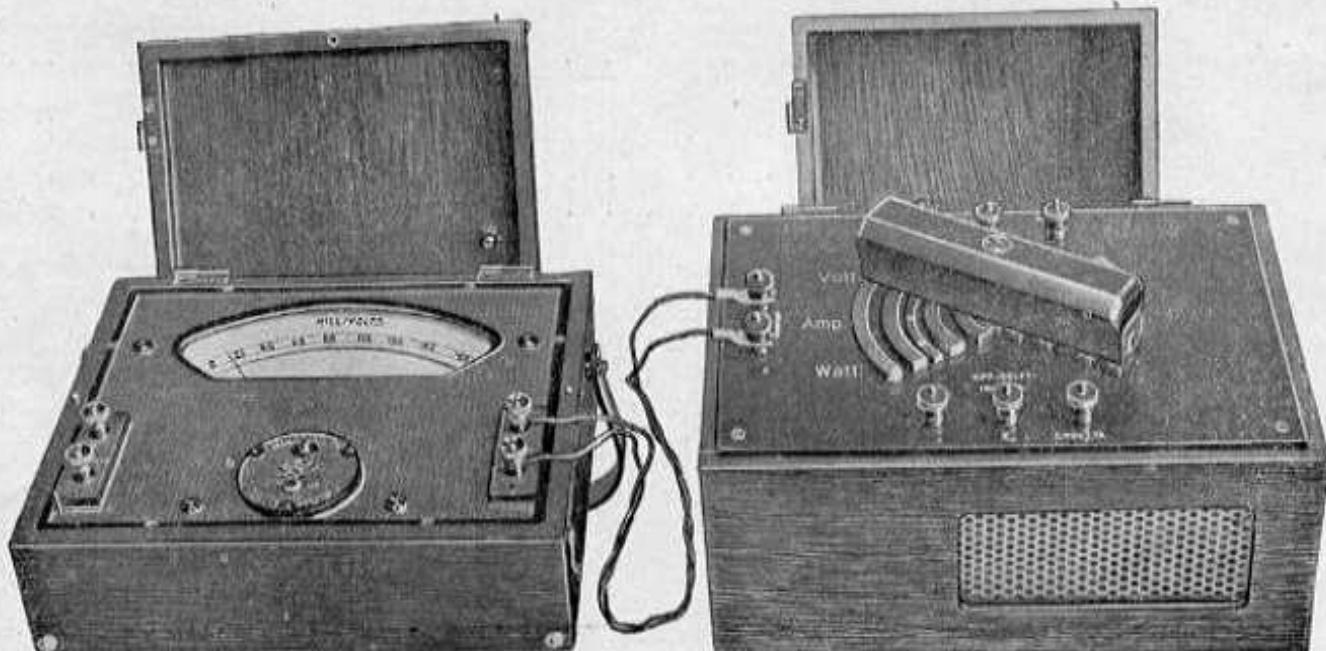

Fig. 12.
W.A.V.-metro come illustrato a fig. 12